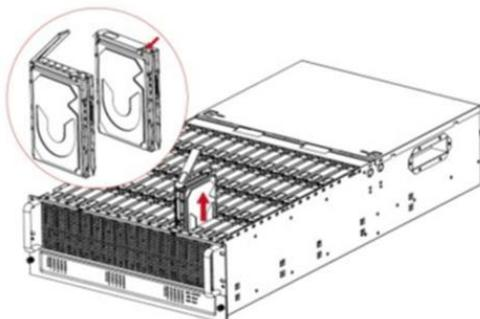

Рисунок 146 – Извлечение лотка жесткого диска
8. Удалите заменяемый диск из лотка (см. Рисунок 146)